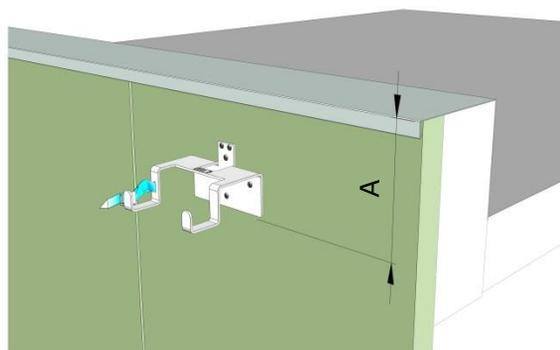

Fig. 1: LUX-top® LS IV fixée sur façade élément sandwich.
1. Orienter la LUX-top® LS IV sur l'élément sandwich et marquer les trous. (voir Fig. 1). La distance "A" est à choisir de telle façon, que l'angle de positionnement correct de l'échelle (65° à 75°) soit respecté!